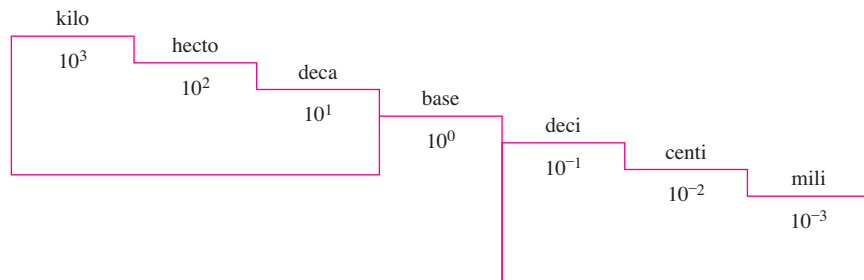

Figura 13-2
Es posible convertir unidades usando el diagrama de la figura 13-2. Contamos el número de escalones de una unidad a otra y movemos el punto decimal ese número de escalones, en la misma dirección.
- c. Para cambiar de kilómetros a centímetros, primero multiplicamos por 1000 para convertir kilómetros a metros y después multiplicamos por 100 para convertir metros a centímetros. Por lo tanto, movemos el punto decimal cinco lugares a la derecha para obtener $0.03 \text{ km} = 3000 \text{ cm}$. Un enfoque alternativo es usar la figura 13-2. Para ir de kilo a centi en escalones, nos movemos cinco lugares a la derecha, de modo que necesitamos mover el punto decimal en 0.03 cinco lugares a la derecha, lo cual da 3000.